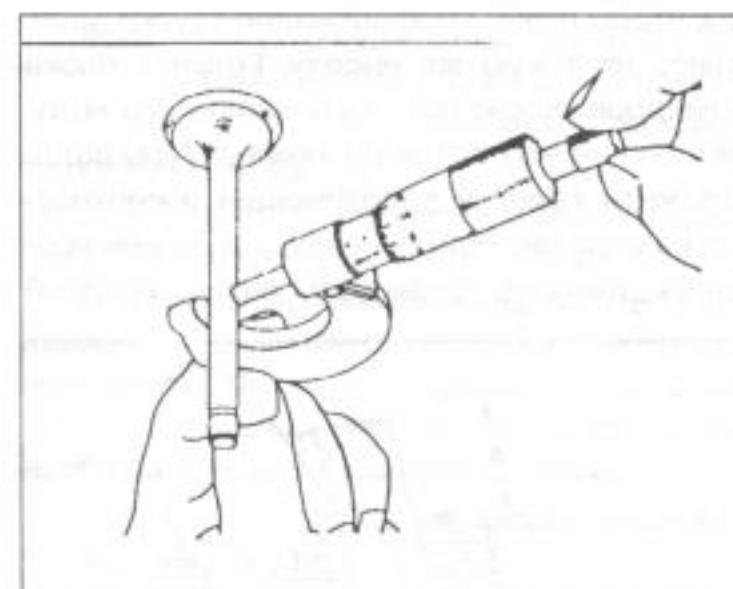

Рис. 45.
- Наружный диаметр стержней клапанов замеряют в трех местах по длине, как это показано на рис. 45. Вновь нужно взять данные в таблице параметров и габаритных размеров, но, во избежание ошибок, при этом нужно следить, чтобы они касались нужной модели двигателя. Если достигнуты пределы износостойкости, нужно заменить клапаны и, возможно, направляющие втулки.